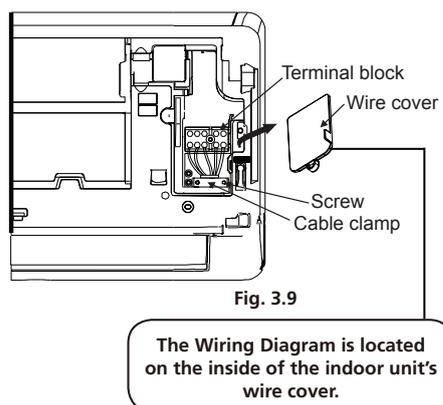

Figura 19
- c. Per poter montare il cavo sul blocco di allacciamento della parte interna: Rimuovere il pannello frontale e la placchetta di copertura dalla morsettiera che si trova sul retro della parte interna. Figura 19.